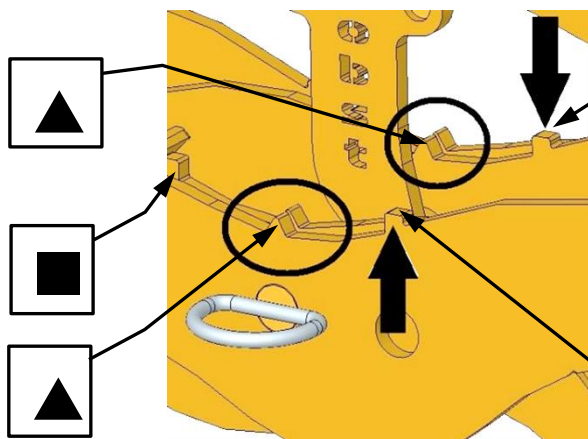
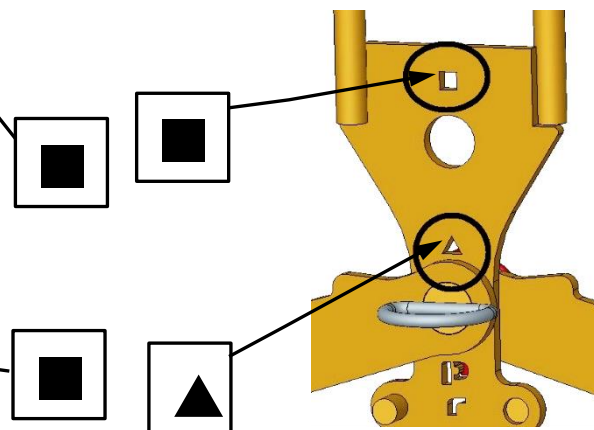

Рис. 2
Рис. 3
- Для данного диапазона захвата треугольные метки ▲ на захватных рычагах (в середине устройства) должны быть конгруэнтными (рис. 2), а на стопорном крюке (2) треугольная метка ▲ должна располагаться над штифтом с фиксатором (8) (рис. 3).
- Чтобы отрегулировать диапазон захвата, снимите штифт с фиксатором (6) или штифт с фиксатором (8).
- После регулировки диапазона захвата необходимо снова зафиксировать устройство с помощью штифта с фиксатором (8) или штифта (6).
- Для данного диапазона захвата метки квадрата ■ на захватных рычагах (в середине устройства) **должны быть конгруэнтны** (рис. 2), а на стопорном крюке (2) метка квадрата ■ должна располагаться над гнездовым штифтом с фиксатором (8) (рис. 3).
- Чтобы отрегулировать диапазон захвата, снимите штифт (6) и штифт с фиксатором (8).